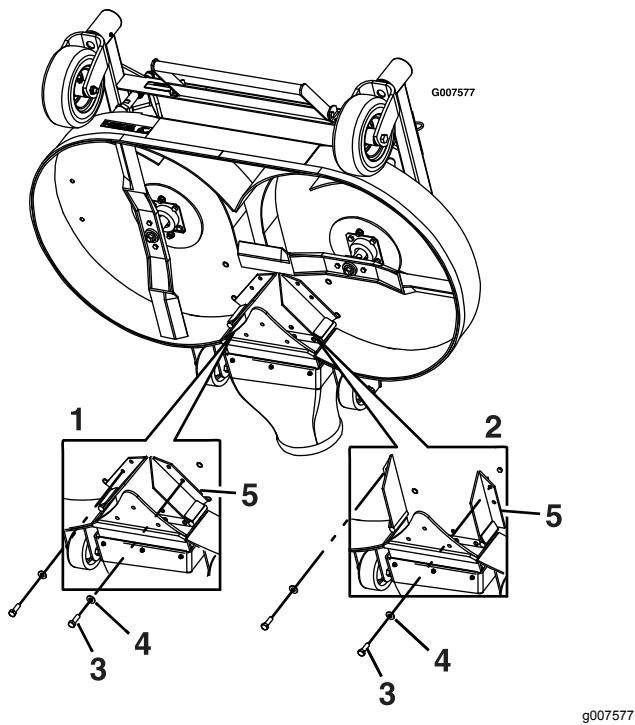

Figure 12
- 7. Retirez le boulon et la rondelle à l'avant de chacun des déflecteur FRS (Figure 12).